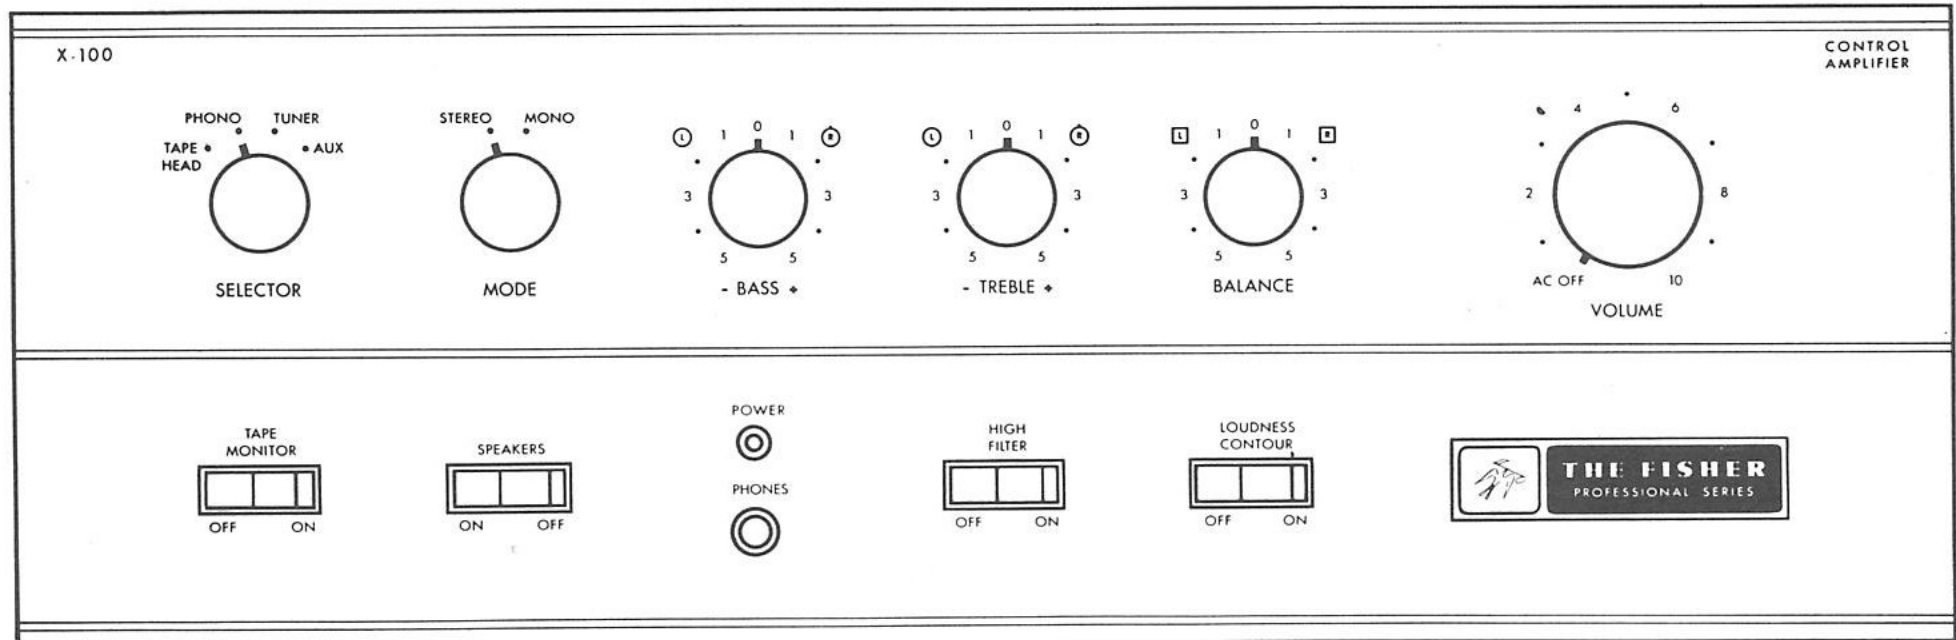

Abbildung 2. Frontplatte
1. Zuerst werden alle Bedienungsorgane des Verstärkers auf die in Abbildung 2 gezeigten Stellungen gebracht. Wenn Sie einen UKW-Empfänger besitzen, schliessen Sie ihn an die mit TUNER bezeichneten Eingangsbuchsen des Verstärkers an. Der Eingangswahlschalter wird auf TUNER gestellt und der Empfänger eingeschaltet (falls der Empfänger mit Stummabstimmung ausgerüstet ist, ist diese unwirksam zu machen). Falls Sie keinen Empfänger besitzen, entfernen Sie alle Verbindungskabel, die an die mit TAPE HEAD bezeichneten Eingangsbuchsen angeschlossen sind, und stellen Sie den Eingangswahlschalter auf TAPE HEAD. Stellen Sie die beiden Lautsprecher vorübergehend direkt nebeneinander, mit der Vorderseite auf Sie zu gerichtet.
6. Alle Bedienungsorgane werden wieder in die in Abbildung 2 gezeigten Stellungen gebracht.
Die Bedienungsorgane sind gemäss Abbildung 2 einzustellen.
ZUR BEACHTUNG: Die im folgenden beschriebenen Regler und Schalter lassen sich leicht auffinden, wenn Sie sich vorher nach Abbildung 2 orientieren.